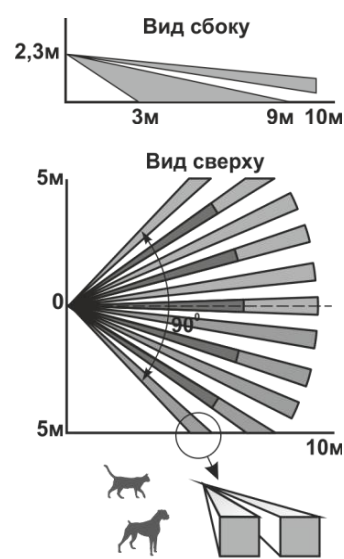

Рисунок 2
2.1 Принцип действия основан на регистрации изменений потока теплового излучения, возникающих при пересечении человеком зоны обнаружения, которая состоит из чувствительных зон. Каждая чувствительная зона состоит из двух элементарных чувствительных зон (рисунок 2). Чувствительные зоны извещателя формируются линзой Френеля и двухплощадочным пирозлектрическим приемником.